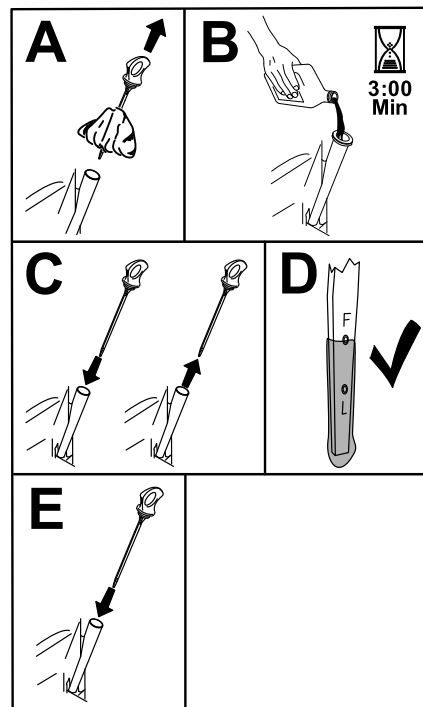

Bild 42
5. Gießen Sie langsam ungefähr 80 % der angegebenen Ölsorte in den Einfüllstutzen und füllen Sie dann vorsichtig mehr Öl ein, um den Ölstand an die **Voll**-Markierung zu bringen (Bild 42).